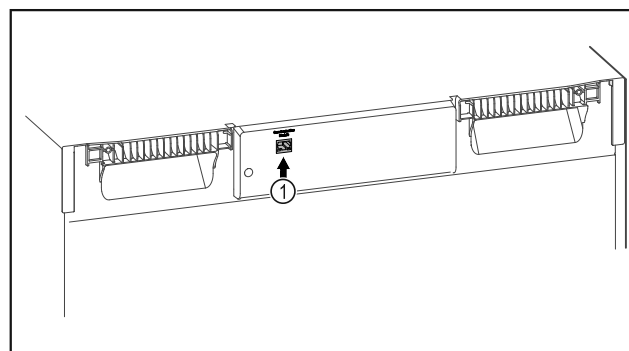

Fig. 119
- ☐ Le SmartModule Fig. 119 (1) est installé.